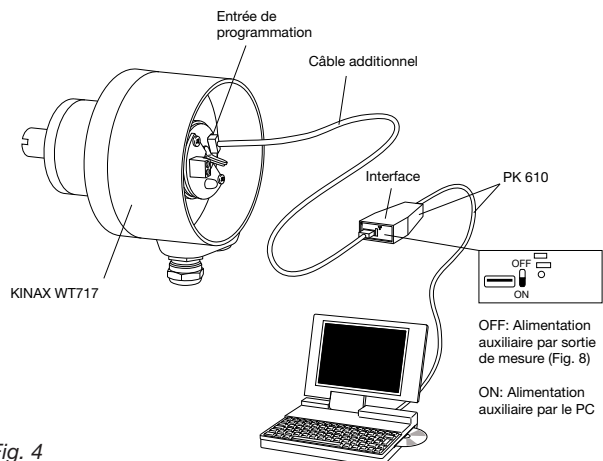
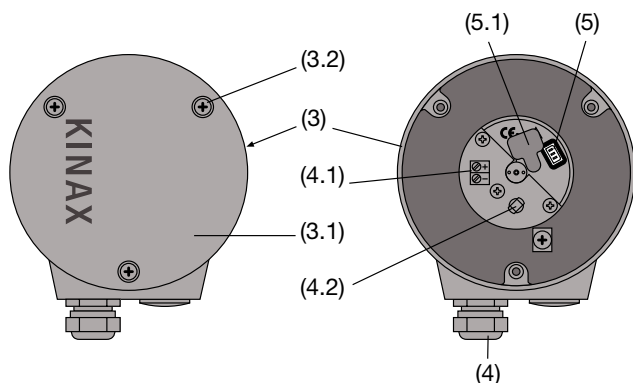

Fig. 4
Fig. 6. Partie arrière (3) avec bornes (4.1) et presse-étoupes (4).
1. Enlever le couvercle (3.1 Fig. 6). Enlevant le cache en caoutchouc (5.1) le connecteur de programmation (5) devient accessible (voir chapitre «8.1 Raccorder les lignes»). Raccorder le KINAX WT 717 selon Fig. 4 à l'équipement de programmation. Démarrer le logiciel 2W2. Configurer, si nécessaire, le convertisseur avec les caractéristiques désirées.